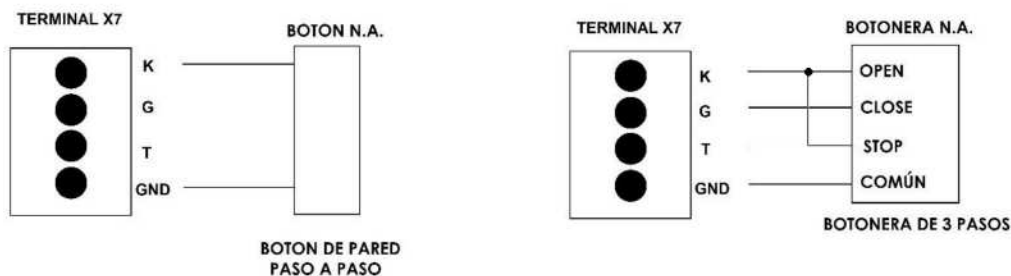

Fig.13
- N. La Botonera Paso o Paso o 3 Pasos: La Tableta Electrónica está Equipada con Conexión para una Botonera de Paso a Paso o 3 Pasos. Para la Instalación de un Botón Paso a Paso Conectar un Cable de 2 Hilos en “K” (Open) y “COM” (Común) en la Terminal “X7”. Para la Instalación de la Botonera de 3 Pasos, Conecte un Cable de 4 Hilos. Para Abrir conecte en “K” (Open), Para Cerrar conecte en “G” (Close), Para Detener conecte en “K” (Stop), Para Cerrar el Circuito Conecte “COM” (Común), en la terminal “X7”. Ver (Fig.13).